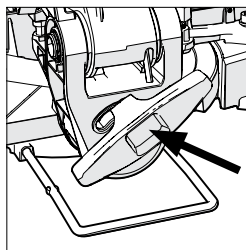

Fig. 22
- Desserrez la vis de blocage de biseau. (**Fig. 22**)